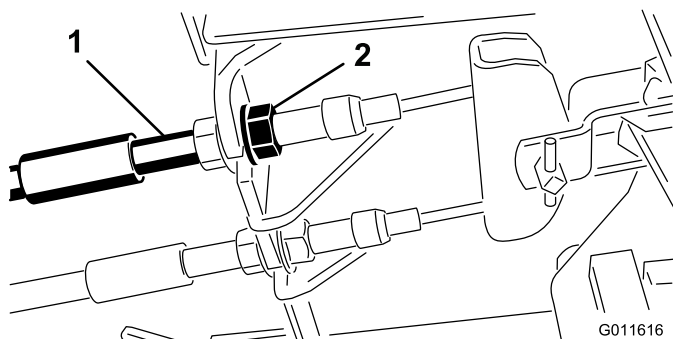

Figure 44
1. Pour réduire la garde aux pédales de frein, serrez les freins en desserrant l'écrou avant sur l'extrémité fileté du câble de frein (Figure 44).